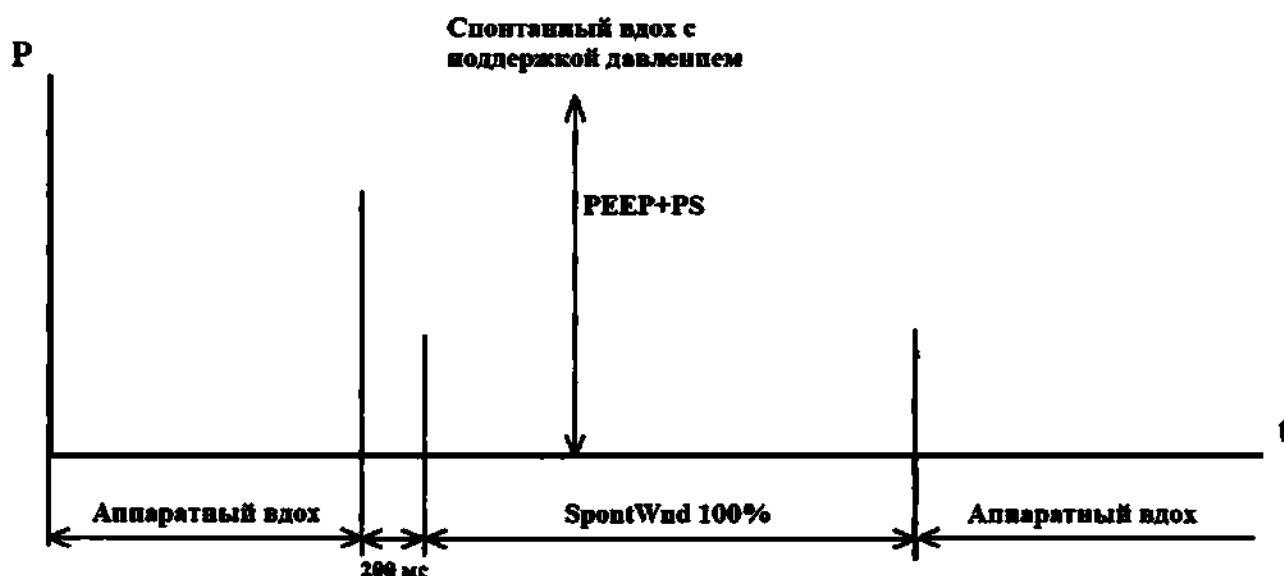

Рисунок 2 Пр. 1.3 – Схема работы режима SIMV/VC при установке SpontWnd 100 %
– При установке значения SpontWnd 100 % попытка вдоха пациента поддерживается давлением PS (рисунок 2 Пр. 1.3).